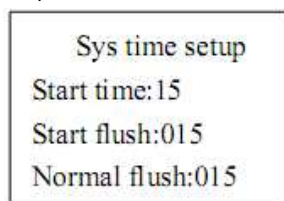
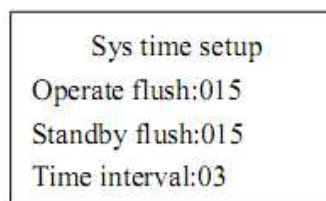

рис. 15
рис. 16
(6) **time** – установка интервалов времени. Выберите 'time' в главном меню и нажмите для настройки (см. рис. 15). Нажатием осуществляется переход на вторую страницу данного меню (см. рис. 16).